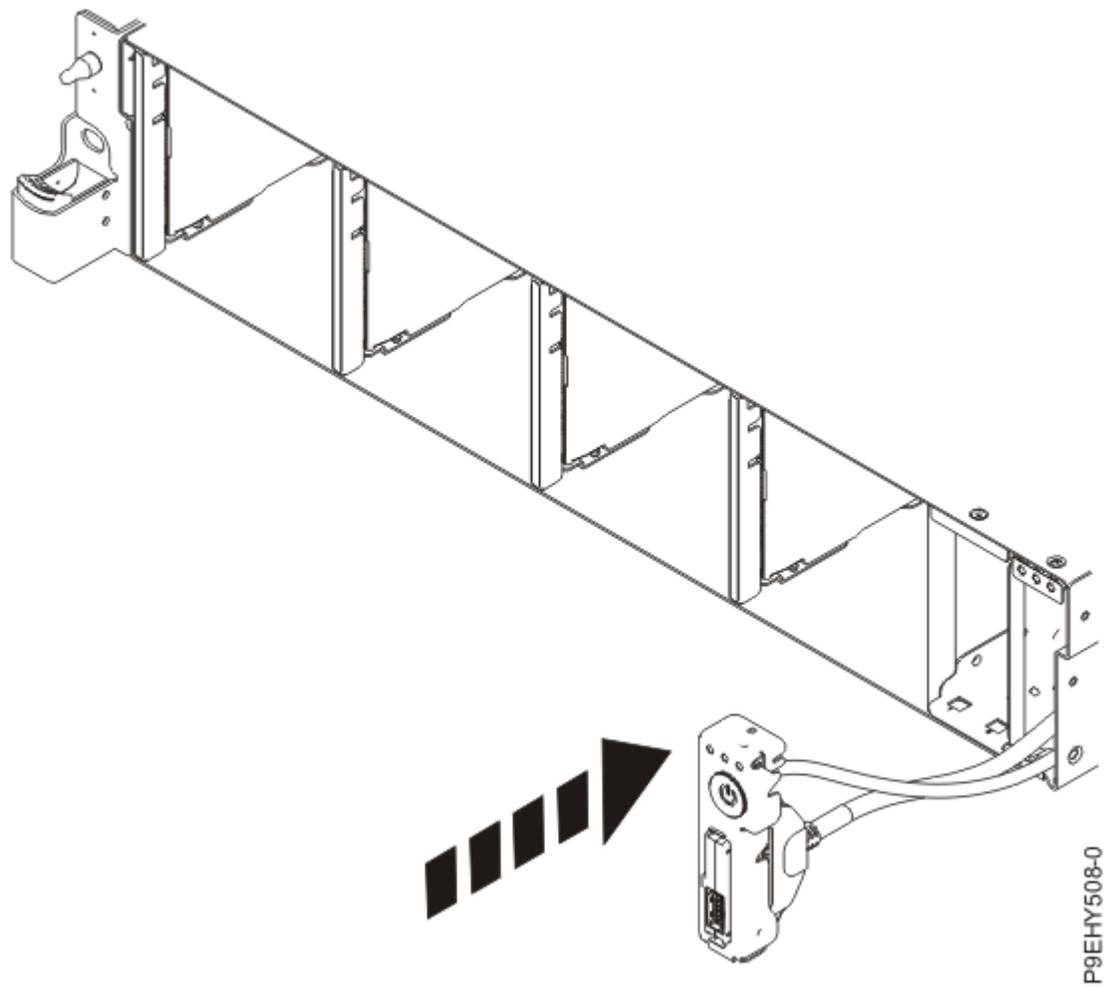

図 174. システム・バックプレーンへの前面 USB ケーブルの再取り付け
4. USB ケーブルおよび電源スイッチおよびケーブルをシステムに挿入します (193 ページの図 174 を参照)。ケーブルは慎重にシステム・バックプレーンを通して配線してください。